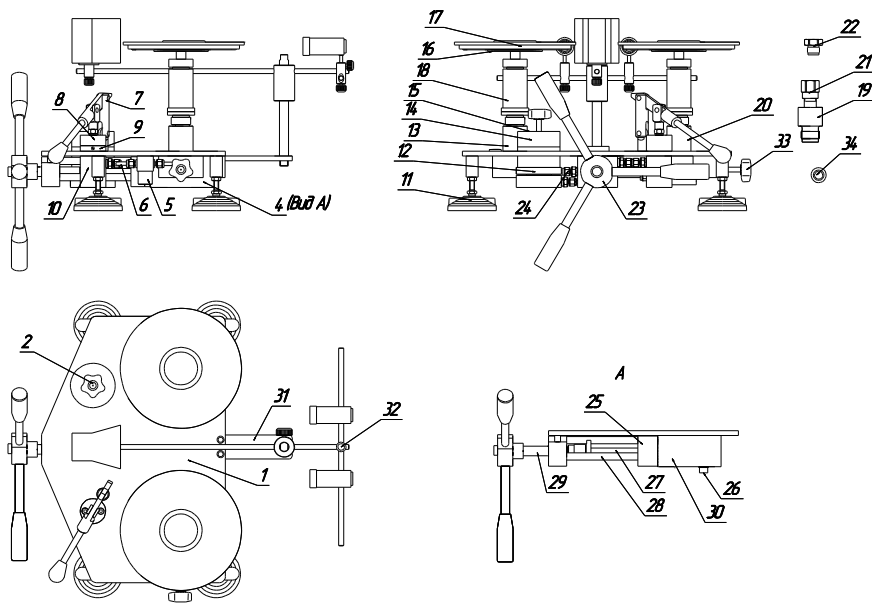

Рисунок 3. Манометр грузопоршневой МП-6...МП-16 в специализированном исполнении.
состоит из корпуса 10, направляющей втулки 8, уплотнительной шайбы 9 и системы рычагов. Ручной насос соединен с гидравлической системой манометра грузопоршневого с помощью трубок. С левой стороны расположен стакан 14 для рабочей жидкости и вентиль сброса давления 2. ИПС устанавливается на левую стойку (стойка ИПС), а поверяемые СИ устанавливаются либо на регулирующую стойку 20 (рис. 3,4) непосредственно или через переходник 19 (на приборах в специализированном исполнении), либо на стойку (стойки) 20 (рис 1,2) для поверяемого СИ с предварительно установленным переходником 19 (на приборах в обычном исполнении) при помощи присоединительной гайки 22. Для регулировки вертикального положения образцовой ИПС служат регулируемые опоры 11, а регулировка вертикального положения регулируемой стойки (на приборах в специализированном исполнении) осуществляется при помощи винтов крепления регулируемой стойки к плите. Плавная регулировка давления осуществляется штурвалом 23. Масло к узлам подаётся по соединительным трубкам 6, присоединённых при помощи фитингов 24. Для повышения надежности работы, а также для предотвращения повреждения устройства, в гидравлическую схему включен фильтр тонкой очистки 5.
6.6 Выдвиньте основной шток, вращая штурвал против часовой стрелки до упора, и закрутите запорный вентиль 33 (рисунок 3,4) (специализированное исполнение).
6.11 Плавными движениями ручного насоса закачивайте масло в систему, следя за тем, чтобы масло не выплеснулось из корпуса ИПС и отверстий переходников (корпуса поверяемой ИПС), постоянно контролируя уровень масла в стакане (в случае необходимости долить). Когда уровень масла в отверстиях переходников поднимется до верхней кромки, то на переходники (переходник) необходимо установить присоединительные гайки, резинометаллические уплотнения и заглушки (на манометре грузопоршневом в обычном исполнении и манометре грузопоршневом специализированного исполнения при использовании на стойке 20 (рисунок 3, 4) переходника). Продолжайте качать масло до тех пор, пока оно не появится в канале цилиндра ИПС.
6.19 Установите основание 31 (рисунок 3,4) устройства для наблюдения за положением поршня (поршней) на основание манометра грузопоршневого.